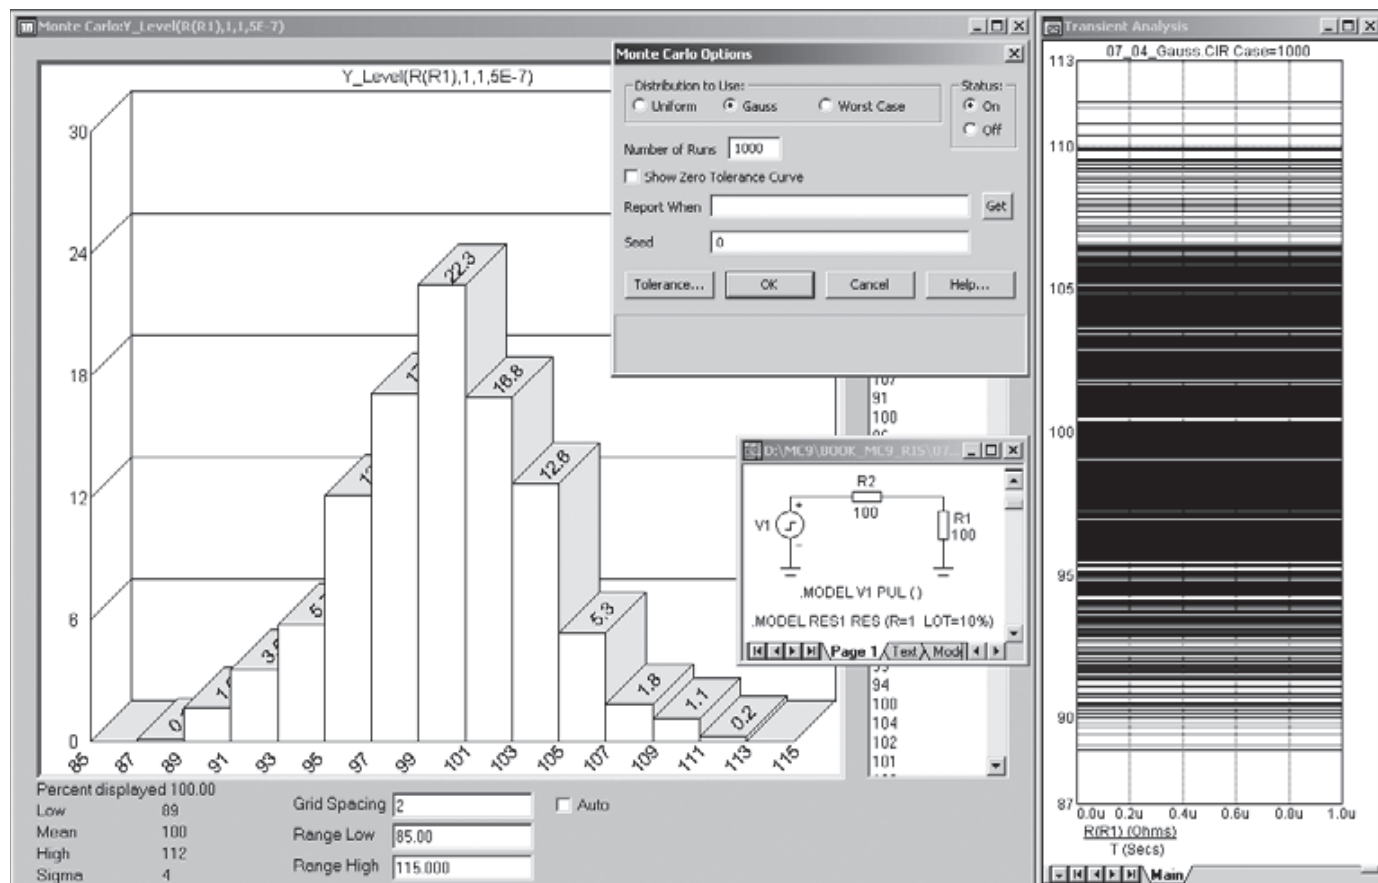

Рис. 7.4. Распределение Гаусса для сопротивления резистора с 10%-ым разбросом
3. Распределение *GAUSS* (Гаусса) генерирует значения с плавно убывающей плотностью вероятности от центрального (номинального) значения к границам диапазона. Значения расположенные ближе к номинальному значению генерируются чаще, чем значения, лежащие ближе к границам диапазона (рис. 7.4 и схемные файлы *carlo2.cir*, *Gauss.cir*, из каталога *Analysis\Monte Carlo*).